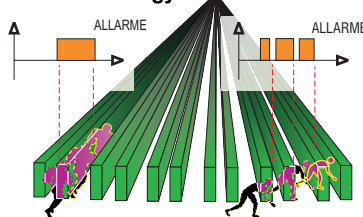

Fig.12
**Indicata** per installazioni che potrebbero presentare occasionalmente fenomeni sporadici di instabilità ambientale quali corpi a bassa energia in movimento (fig.12).